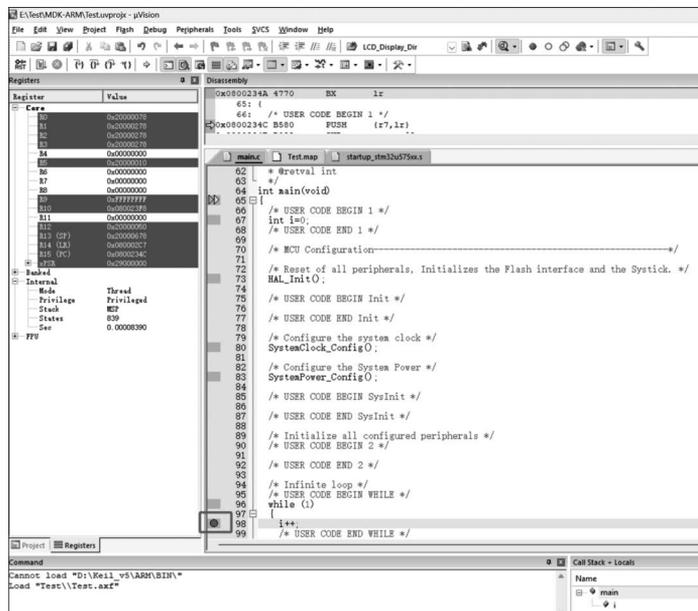

图 3.60 Debug 界面
(4) 如图 3.59 所示, 单击 Debug 按钮, 弹出如图 3.60 所示的界面。
(5) 在如图 3.60 所示中,左侧为寄存器列表,显示当前各个寄存器的值。右上侧的 Disassembly 为当前要执行的汇编指令。中间的代码界面由箭头指示下面要执行的代码。在 `i++` 这个语句左侧深灰色位置单击,插入一个断点(如果无法插入断点,说明优化级别太高,需要调整优化级别为 `-O0`,重新单击 `Rebuild` 按钮编译)。右下侧的 Call Stack 为相关函数、变量的地址、值和类型。